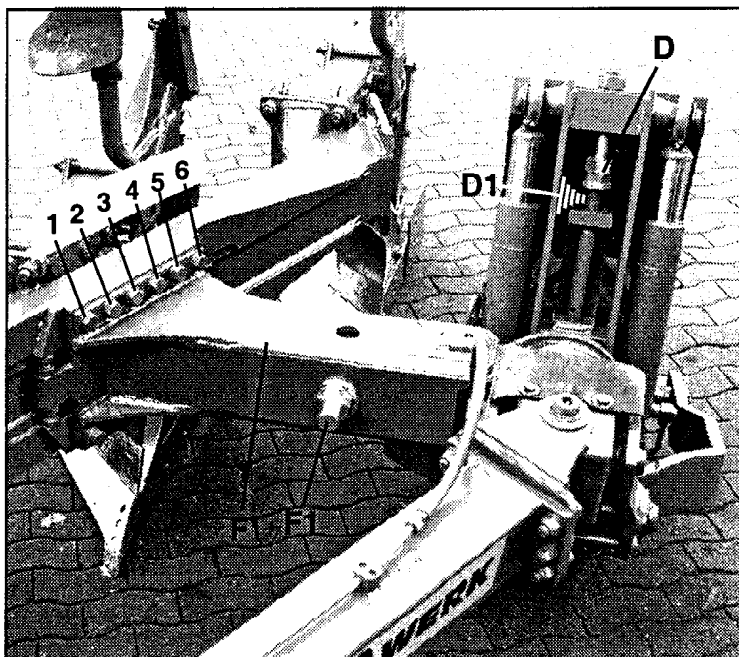
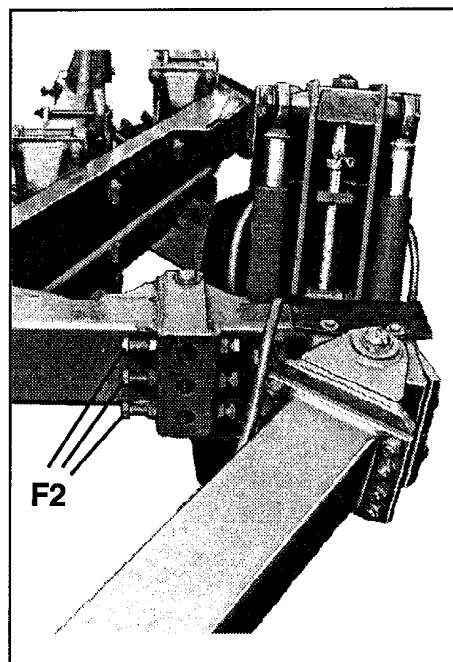

Fig.5
Fig.6
**Arbeitstiefe** – mit dem Hydraulik-Steuerhebel gewünschte Arbeitstiefe wählen; hinten die Arbeitstiefe mit der Tiefenstellmutter einstellen (D, Fig.5) – und „darauf“ absenken.
- Dreharm (F, Fig.5) nach vorn versetzen – 1.Körper breiter
Das Rad genau in Fahrtrichtung stellen – mit Schraubverbindung **F1** (Fig.5) bzw. **F2** (Fig.6). Ist der Anlagendruck (die Pflugführung) unzureichend, die Laufrichtung etwas zum Ungepflügten verstellen. (Schraubverbindung wieder fest anziehen!)